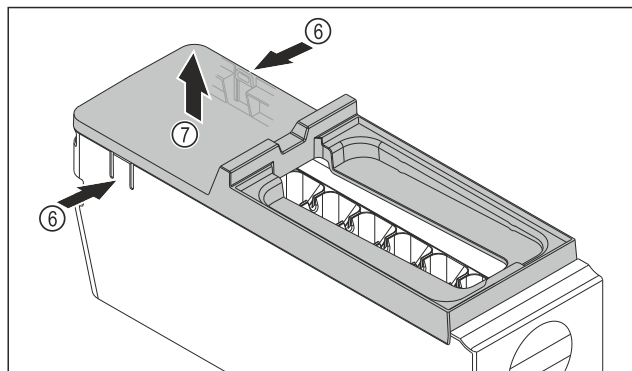

Fig. 77
- ▶ Rimuovere la copertura del corpo dell'EasyTwist-Ice: Con una mano, premere le linguette Fig. 77 (6) su entrambi i lati del corpo dell'EasyTwist-Ice.
- ▶ Con l'altra mano, estrarre verso l'alto la copertura Fig. 77 (7).